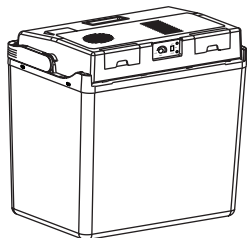
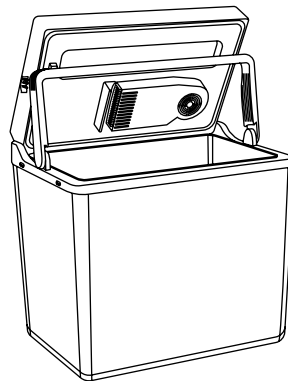

Рис. 1
Рис. 3
- Опустите ручку (4) (рис. 1) и откройте крышку (3), оставьте холодильник с открытой крышкой на некоторое время для проветривания (рис. 3).
- Протрите корпус холодильника (5), крышку (3), устройство охлаждения/нагрева (6), разделительную решётку (7) и камеру холодильника влажной тканью, после этого протрите насуху.
- Во время работы холодильника необходимым условием является хорошая вентиляция и циркуляция воздуха, не допускайте блокирование вентиляционных решёток (1) и не накрывайте крышку холодильника (3) посторонними предметами.
- При использовании холодильника над его крышкой (3) должно быть свободное пространство не менее 15 сантиметров.
- Перед включением холодильника рекомендуется его проветрить в течение некоторого времени (рис. 3).
- Опустите ручку (4) и откройте крышку (3) (рис. 2), установите разделительную решётку (7), положите продукты в камеру холодильника, для удобства при закладке продуктов, зафиксируйте крышку (3) ручкой (4) (рис. 3).
- Так как устройство охлаждения/нагрева (6) находится в крышке (3), то охлаждение/нагрев продуктов, которые находятся сверху, будет происходить быстрее, чем тех продуктов, что лежат на дне камеры холодильника.